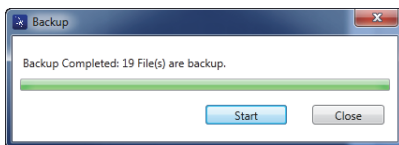

Рис. 6-27 Диалоговое окно Backup (Резервное копирование)
5. После завершения резервного копирования нажмите **Close** [Заккрыть] (см. Рис. 6-27 на стр. 160).